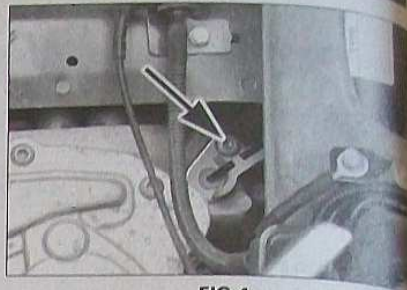

FIG.4
- Par le passage de roue gauche, déposer la vis de fixation du câble de marche arrière et le dégager (Fig.4).